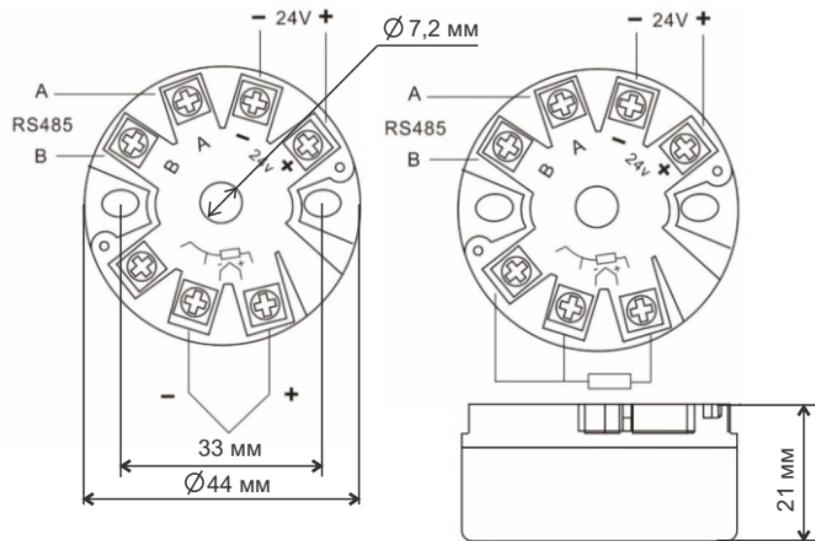

Рисунок 1 - Схемы подключения первичных преобразователей и питания прибора
- Подключите к прибору датчик температуры и напряжение питания в соответствии со схемой подключения (Рисунок 1).
2. Соединительные провода от датчика температуры продеть через центральное отверстие прибора и выполнить подключение в соответствии со схемой подключения (Рисунок 1).